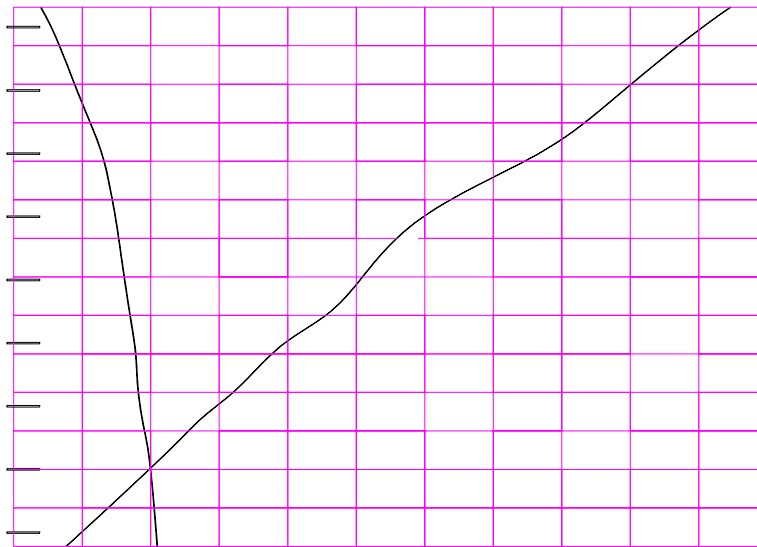

Abbildung 3 Auswirkungen der Höhenlage und des atmosphärischen Druckes
- Kontrollieren Sie die Genauigkeit des Schallpegelmessers durch den Vergleich seiner Anzeige, mit den eingestellten Bezugswerten des Kalibrators. Beachten Sie die Herstellerangaben zur Kalibrierung Ihres Meßgerätes, und stellen Sie die korrekten Werte ein.. Sollten Korrekturen auf Grund des atmosphärischen Druckes oder des benutzten Mikrofones nötig sein, beachten Sie bitte die Abbildung 3 und Abbildung 4.
Kalibratoren werden durch Veränderungen der Höhenlage und des atmosphärischen (barometrischen) Druckes beeinflusst. Die Vibration der Kalibratormembran verursacht Veränderungen des Hohlraumvolumens, was wiederum zu Veränderungen des Druckes führt. Veränderungen des Aussenluftdruckes und -dichte beeinflussen den erzeugten Bezugspegel. Die Kalibratoren sind werksseitig so eingestellt, daß sie den Nominalwert des Bezugspegels bei einem Standard-Luftdruck in Meereshöhe (760mm Hg) erzeugen. In Abbildung 3 sind Korrekturfaktoren für andere Luftdrücke dargestellt.
- Beispiel 1: Sie kalibrieren den Quest 1900 Schallpegelmesser mit dem Mikrofon QE4140 1/2“ bei einem barometrischen Druck von 530mm Hg, und einer Höhe ü.d.M.von ca 2900 m. Der Kalibrator ist auf 114 dB und 1000 Hz eingestellt. Die Anzeige am Gerät sollte lt. Abbildung 3 ca 0,2 dB über der Kalibrator Einstellung liegen, in diesem Fall also 114,2 dB.
- Sie stellen den Kalibrator auf 1000 Hz und 94 dB ein. In Abb. 4 können Sie sehen, daß bei einem Gerät mit dem Mikrofon WE 640AA die Anzeige um 0,3 dB höher sein muß, also 94,3 dB. Außerdem müssen Sie die Höhe ü.d.M. beachten. Abbildung 3 finden Sie den Korrekturwert +0,1 dB für die angegebene Höhe ü.d.M. Also stellen Sie das Meßgerät auf 94,4 dB ein.